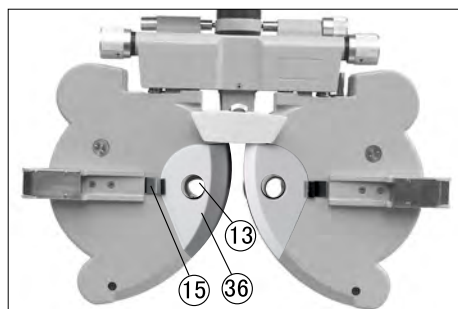

图 10
将鼻托 ③⑥ 用鼻托压板 ③⑤ 卡住，然后将鼻托的通孔与视孔 ③⑬ 对齐（图 10）。